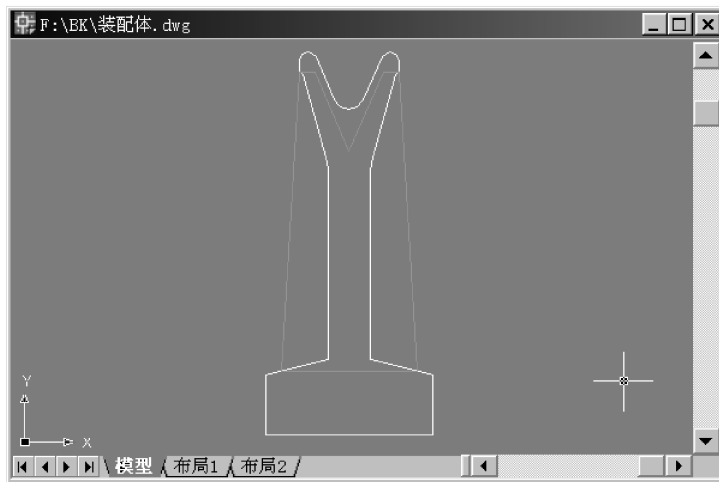

图 5-44 滑轮肋板的平面轮廓
(3) 再创建一个闭合的多段线对象，作为滑轮肋板的平面轮廓，并将该多段线向 Z 轴负方向移动 15 个单位，如图 5-44 中绿色部分所示。